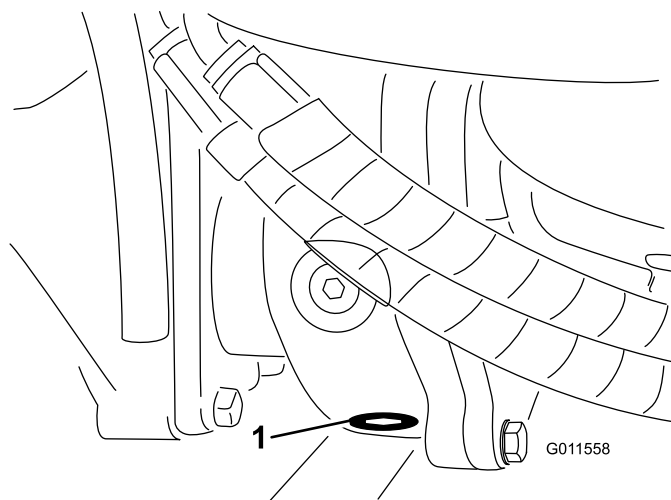

**Figura 62**
2. Limpe a zona em redor dos 3 tampões de escoamento, 1 em cada extremidade e 1 no centro (Figura 62).